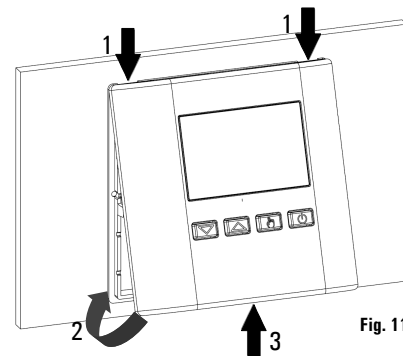

Fig. 11
- Ruotare la calotta e spingere verso l'interno, con un dito, la linguetta plastica posta sulla parte inferiore della base (indicata dalla freccia in Fig. 11) ed esercitare una pressione che faccia scattare la linguetta plastica di fissaggio all'interno dell'apposito foro.